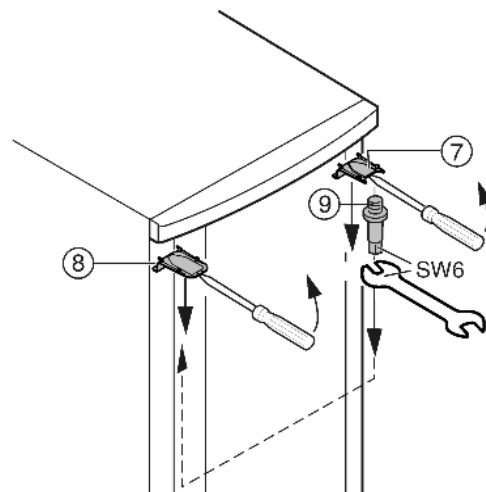

Fig. 7
- ▶ Верхнюю крышку *Fig. 7 (7)* и крышку *Fig. 7 (8)* с помощью отвертки выведите вперед из фиксатора и снимите, наклоня вниз.
- ▶ Выкрутите опорный палец *Fig. 7 (9)* и вкрутите на противоположной стороне (**с моментом 4 Нм**).
- ▶ Снова установите крышку *Fig. 7 (7)* на стороне опорного пальца: насадите сзади, защелкните спереди.
- ▶ Установите крышку *Fig. 7 (8)* на противоположной стороне: насадите сзади, защелкните спереди.
- ▶ Подвесьте верхнюю часть двери на опорный палец Fig. 7 (9).